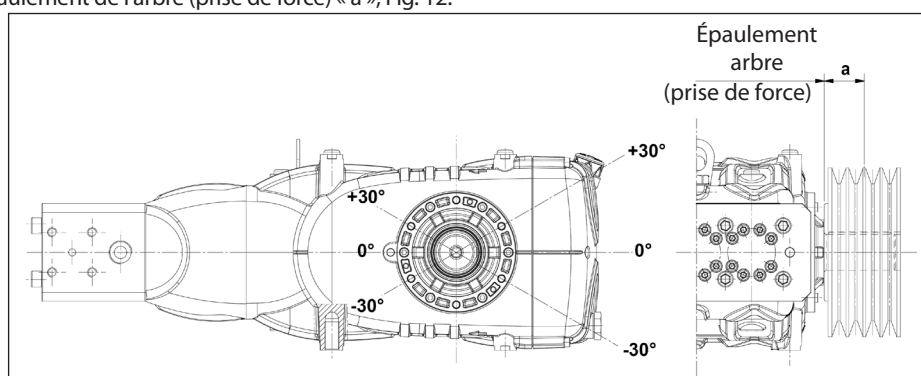

Fig. 12
La transmission est considérée appropriée si une telle charge est appliquée à une distance maximum de $a = 40$ mm de l'épaule de l'arbre (prise de force) comme le montre la Fig. 12.
- b) Utiliser des courroies à haut rendement - par exemple **XPB** au lieu de **SPB** - car il sera nécessaire d'avoir une quantité inférieure de courroies égales à la puissance transmise et par conséquent une distance inférieure de la résultante par rapport à l'épaule de l'arbre (prise de force) « a », Fig. 12.
- e) Contrôler la direction de la tension de la courroie comme le montre la Fig. 12 : pour d'autres nécessités, contacter le **bureau technique** ou le **service d'assistance clients**.